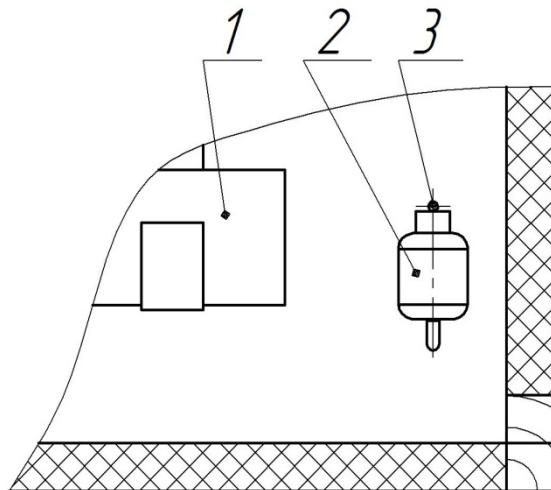

Рис. 2
5. После каждого вывода птенцов заменить марлю на датчике влажности (поз. 3 рис. 2 )